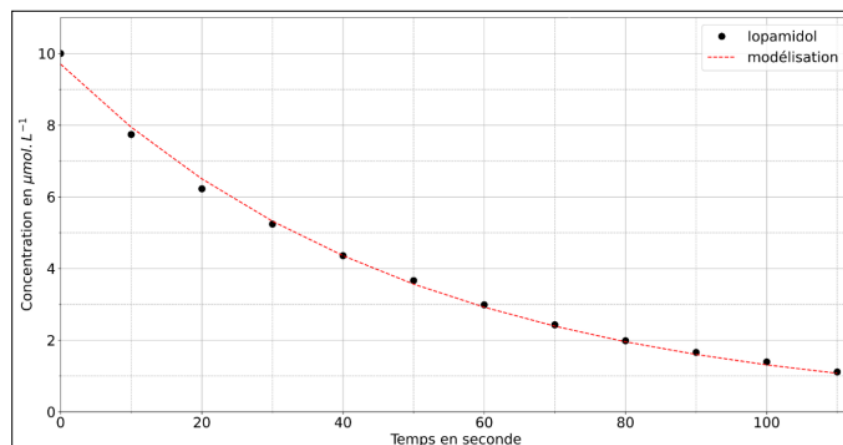

Figure 3 : Graphique représentant les données expérimentales et la modélisation pour une cinétique d'ordre 1
7. À partir des données et de la courbe de modélisation représentée figure 3 ci-dessous, justifier que le modèle de la cinétique d'ordre 1 est validé. Relier les deux paramètres a et b du programme Python aux constantes $[lop]_0$ et k .